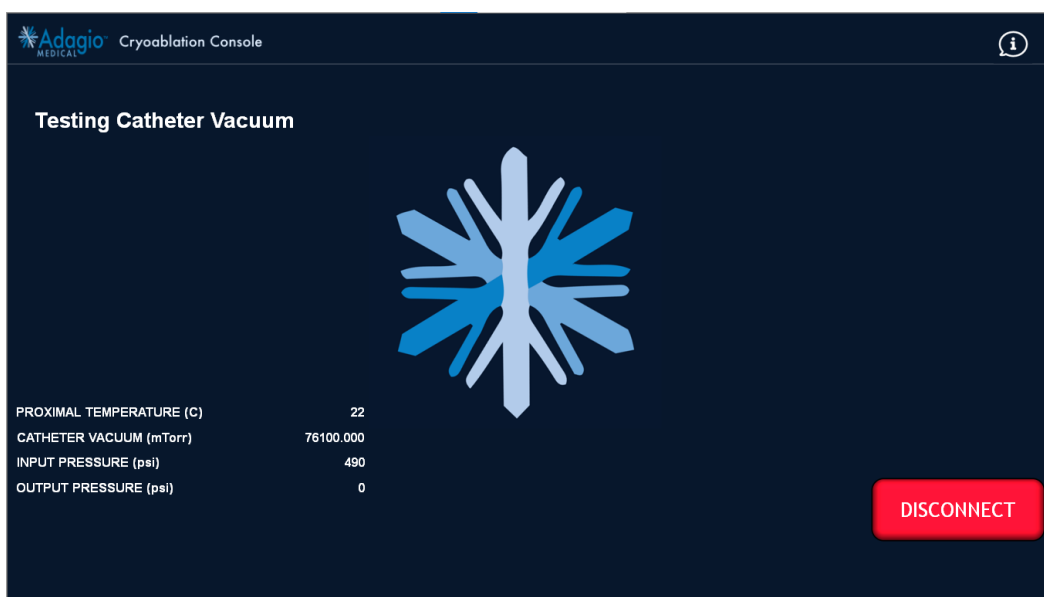
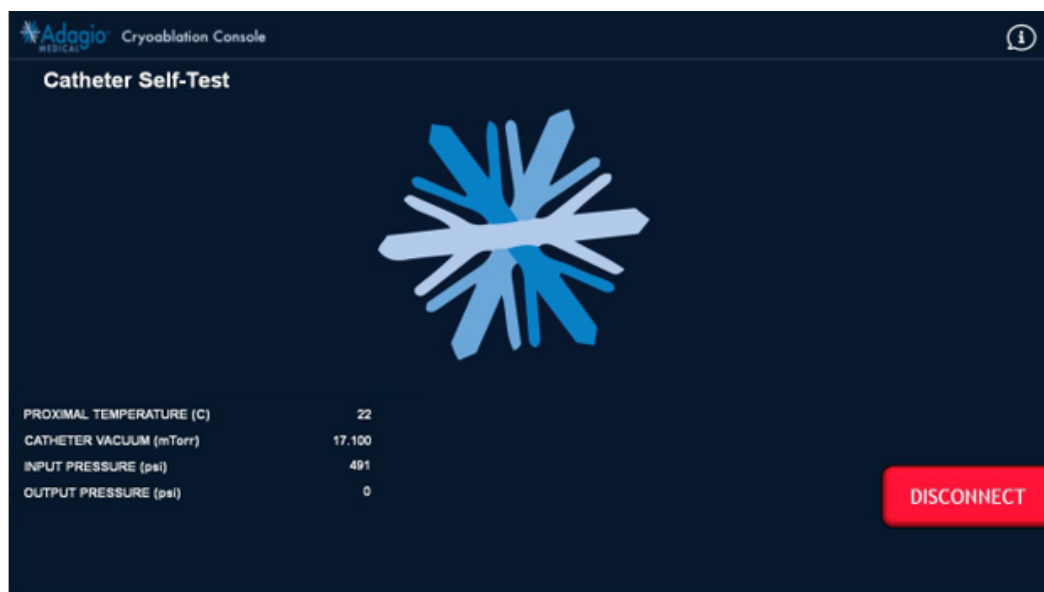

Abbildung 85 – Bildschirmanzeige: Test des Katheter-Vakuums
Abbildung 88 – Bildschirmanzeige: Katheter-Selbsttest läuft
7. Nach erfolgreichem Anschluss des Katheters beginnt die Konsole automatisch mit dem Test des Katheter-Vakuums (Abbildung 85). Verläuft der Katheter-Vakuumtest erfolgreich, fordert die Konsole automatisch zum Selbsttest des Katheters auf, wie in Abbildung 88 gezeigt.
8. Hat der Test den erfolgreichen Anschluss des Katheters bestätigt, beginnt die Konsole mit der Durchführung einer Reihe von Katheter-Selbsttests (Abbildung 88).